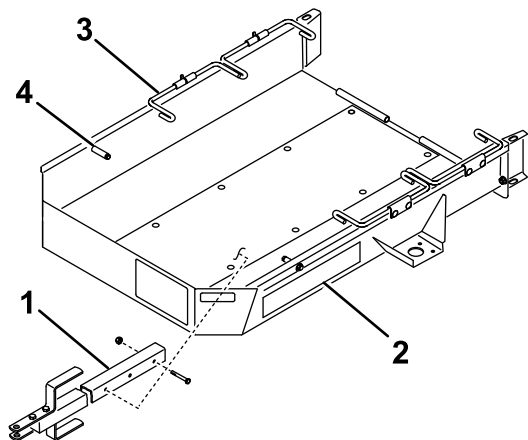

Bild 1
1. Montieren Sie die Anhängerkupplung mit zwei Schrauben ($\frac{3}{8}$ " x $2\frac{3}{4}$ ") und zwei Sicherungsmuttern an der Befestigungshalterung an der Unterseite der Ladepritsche des Anhängers (Bild 1).
4. Stellen Sie die Gasbedienung auf die langsamste Stellung und fahren Sie die Maschine **langsam** auf den Anhänger, bis die Transporträder die Anhängeranschlüsse berühren (**Bild 1**).
6. Drehen Sie die ersten Radstangen hinter den Transporträdern nach unten (**Bild 1**).